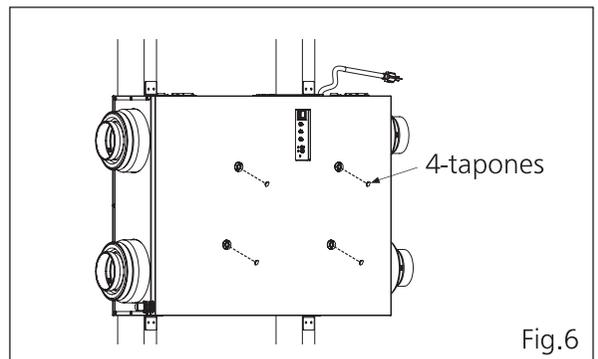

Fig.6
5. Instale los tapones en las conexiones de toma de presión de la cubierta. (Fig.6)